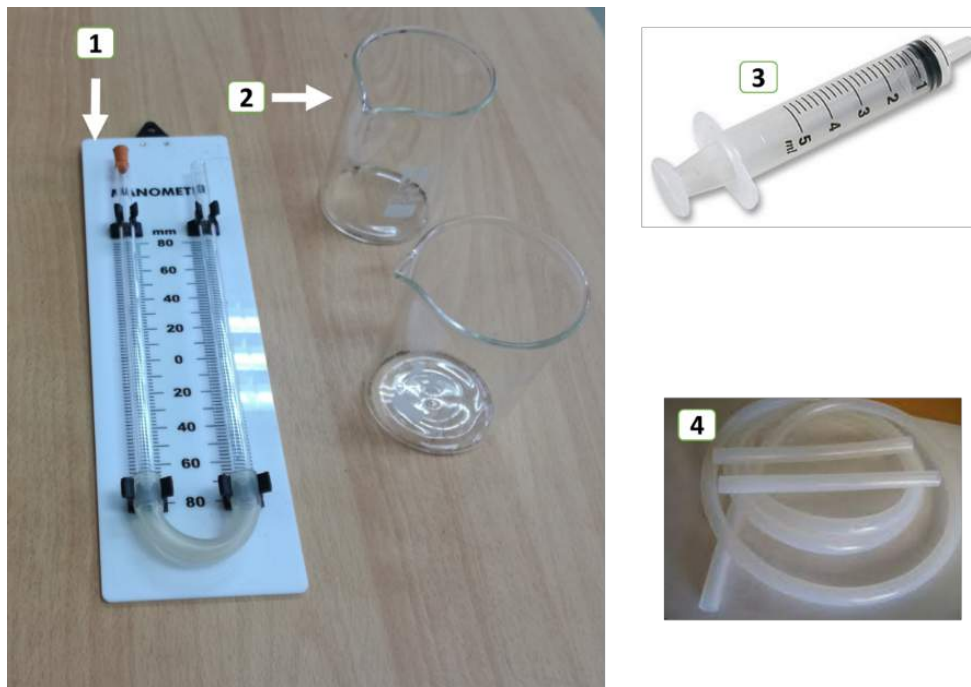

Figura E3.1 Equipos y componentes a emplearse en la PRÁCTICA
- Vierta aproximadamente 100 mililitros de agua en el vaso de precipitados y agréguele un poco de colorante. (Ver figura E3.1)